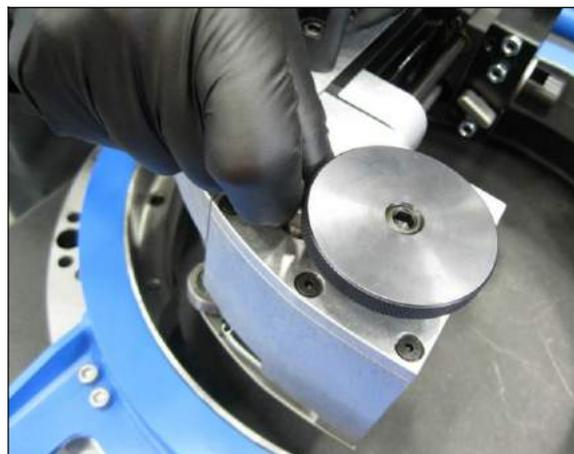

ABBILDUNG 3-20. SCHLITTENGÄHUSE ÜBER DEM NOCKENSCHLITZ AUSRICHTEN (FF1200 DARGESTELLT)
3. Drehen und halten Sie die Nockenfreigabebahn im Uhrzeigersinn (Abb. 3-20).